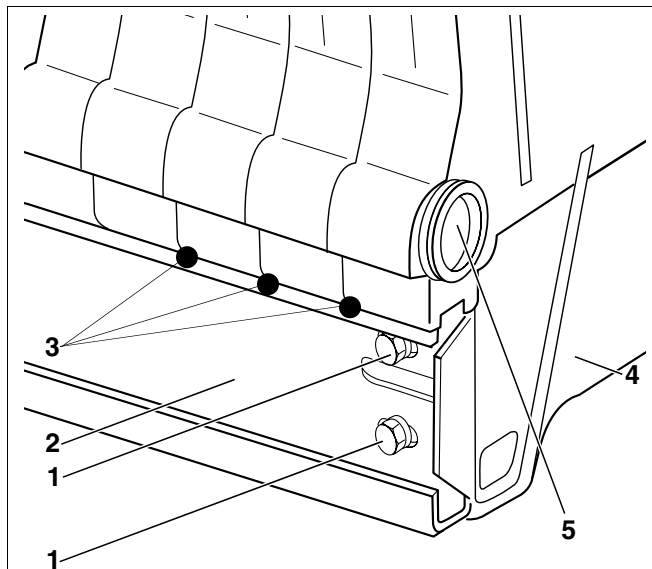

Рис. 20 Уплотнение котлового блока
- В соответствии с рис. 13, стр. 17 установить вкладыши на конечной секции (рис. 20, **поз. 4**).
- Закрепить двумя болтами М8 х 30 (рис. 20, **поз. 1**) и гайками напольную планку (рис. 20, **поз. 2**) на конечной секции (рис. 20, **поз. 4**).
- После крепления напольной планки на конечной секции (рис. 20, **поз. 4**) ослабить и снять стяжной инструмент.
- Нанести герметик в точках, как показано на рис. 20, **поз. 3**.
- Установить пробку со сливным отверстием (заглушка 1 $\frac{3}{4}$ " x $\frac{3}{4}$ "") с уплотнением на переднюю нижнюю ступицу котла (рис. 20, поз. 5, стр. 22). Заказчик может установить здесь сливной кран.